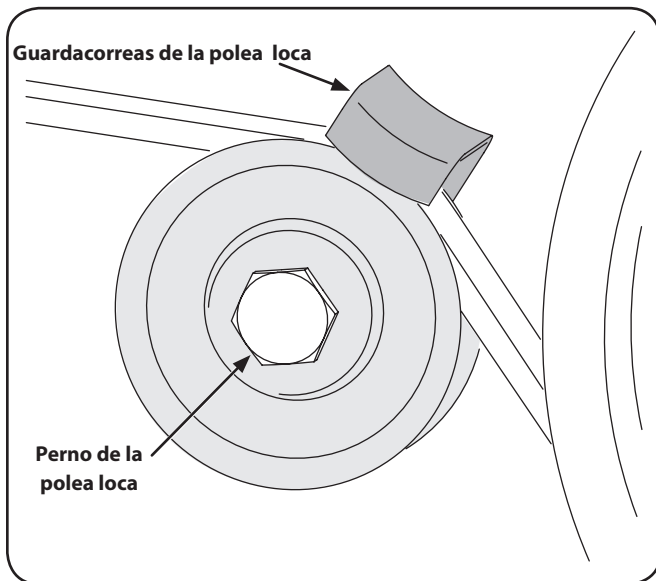

Figura 5-4
7. Retire el perno de la polea loca y mueva la correa desde debajo del guardacorreas de la polea loca. Consulte la Figura 5-4.
NOTA: Al volver a armar, asegúrese de que la guardacorreas de la polea loca quede tal como se ilustra en la Figura 5-4. Observe la muesca en la parte inferior del guardacorreas y la alineación cuando vuelva a armar con la correa nueva.